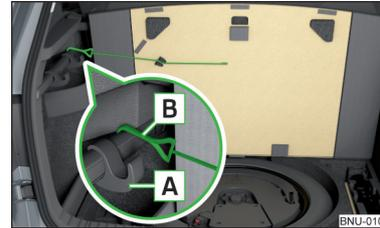

Abb. 134
- Den vorderen Haken **A** über die Leiste so weit wie möglich nach vorn verschieben und bis zum Anschlag herunterklappen » Abb. 134.